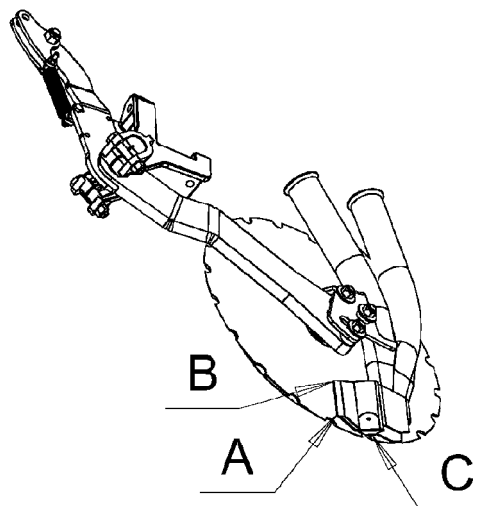

Рисунок 44 Собранный сошник
1. Настройте зазор между щекой и диском сошника таким образом, чтобы в точке А щека была прижата, а в точках В и С был маленький зазор. (Рисунок 44)